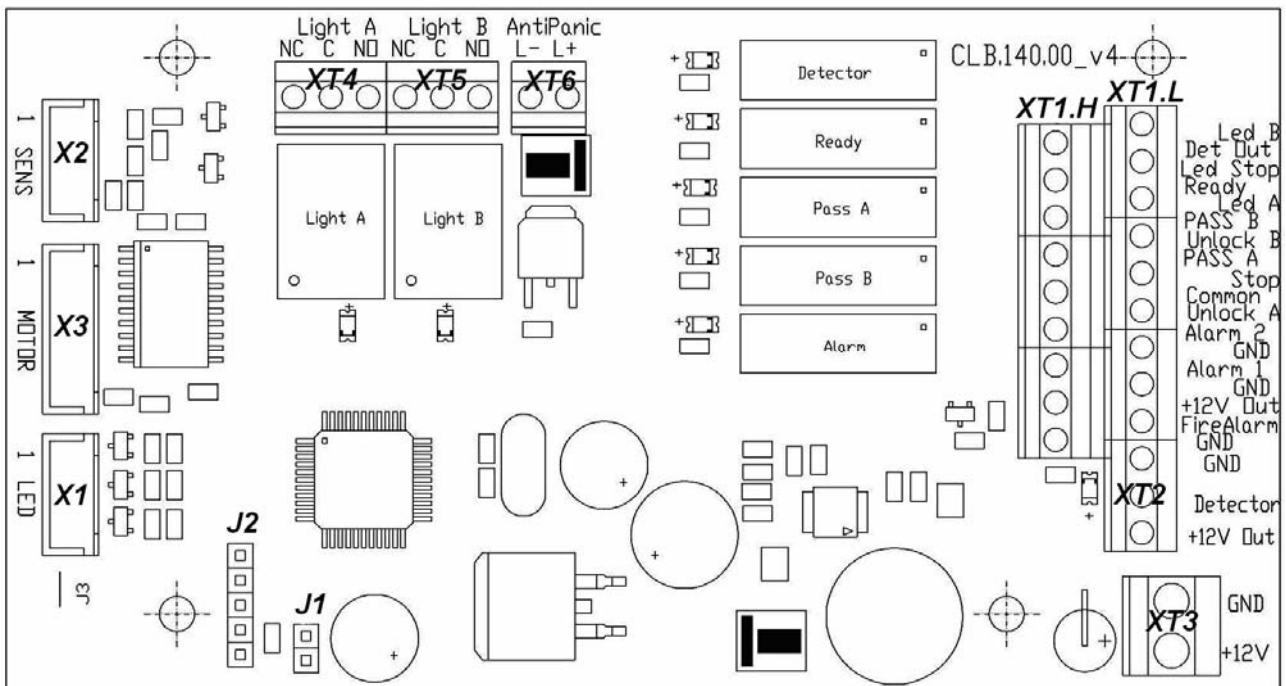
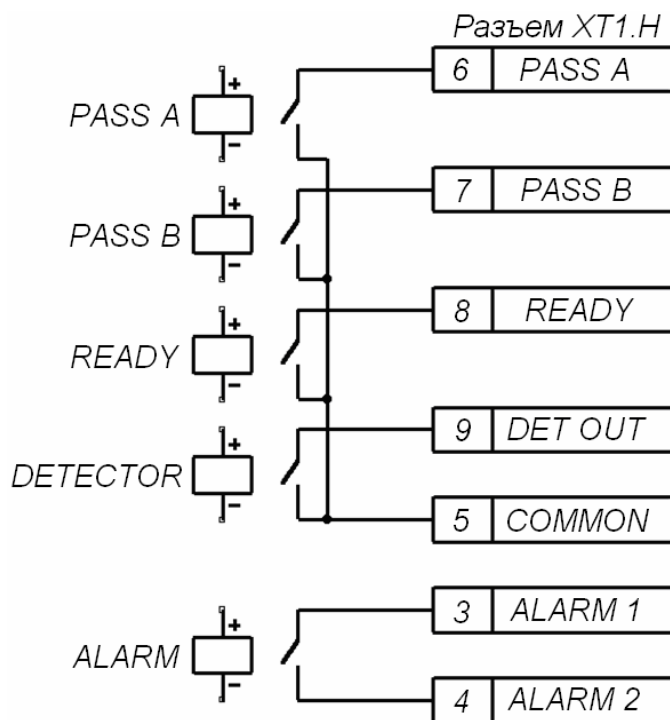

Рисунок 3 Внешний вид платы управления
Рисунок 6 Выходные каскады для *PASS A*, *PASS B*, *Ready*, *Det Out* и *Alarm*
5.2.3 Внутри стойки расположен кронштейн с установленной платой управления и клеммами для подключения внешних устройств. К плате подключаются ПДУ, выходы СКУД, устройство РУ (при его использовании), устройство аварийного открытия прохода турникета. На клеммы подключения внешних устройств выведены линии подключения источника питания, линии сигналов считывателей. Подключение внешних устройств производится в соответствии со схемой подключения турникета и дополнительного оборудования (см. рис. А.1 Приложения А). Электрические соединения внутри турникета приведены на рис. А.2 Приложения А. Плата управления изображена на рис. 3.
5.2.4 ПДУ выполнен в виде небольшого настольного прибора в корпусе из ударопрочного АБС пластика и предназначен для задания и индикации режимов работы при ручном управлении турникета. ПДУ подключается к плате гибким многожильным кабелем (14) через клеммную колодку *XT1.L* (см. рис. 3).
На лицевой панели ПДУ расположены три кнопки для задания режимов работы турникета. Над кнопками расположены индикаторы. *Средняя* кнопка **STOP** (далее – кнопка **Запрет прохода**) предназначена для переключения турникета в режим «*Запрет прохода*». *Левая и правая* кнопки (далее – кнопки **Разрешение прохода**) предназначены для разблокировки турникета в выбранном направлении. Изменить ориентацию ПДУ относительно установки стойки турникета (если на месте установки стойка обращена к оператору не лицевой, а тыльной стороной) можно, поменяв местами провода от ПДУ, подключаемые на контакты *Unlock A* и *Unlock B*, а также *Led A* и *Led B* соответственно (см. рис. 3 и рис. А.1 Приложения А).
5.2.5 На плате управления (см. рис. 3) расположены:
5.3.7 Обозначения установленных на плате управления клеммных колодок и назначение их контактов показаны на рис. 3 и на наклейке, аналогичной рис. 3, расположенной на внутренней поверхности крышки турникета.
5.4.3 Реле *PASS A* (контакты *PASS A* и *Common*), *PASS B* (контакты *PASS B* и *Common*), *Ready* (контакты *Ready* и *Common*), *Detector* (контакты *Det Out* и *Common*) и *Alarm* (контакты *Alarm 1* и *Alarm 2*) имеют нормально-разомкнутые контакты. При этом общий для этих реле контакт *Common* не соединен с минусом источника питания турникета. В исходном (неактивном) состоянии при включенном питании контакты реле *PASS A*, *PASS B*, *Ready* и *Detector* замкнуты (на обмотку реле подано напряжение), а контакты реле *Alarm* разомкнуты (напряжение на обмотку реле не подано). Факт срабатывания/отпускания реле *PASS A*, *PASS B*, *Ready*, *Detector* и *Alarm* можно определить по загоранию/гашению красных индикаторов, которые установлены вблизи указанных реле (см. рис. 3). Выходные каскады для *PASS A*, *PASS B*, *Ready*, *Det Out* и *Alarm* – контакты реле (см. рис. 6) со следующими характеристиками сигналов:
5.5.2 Режим управления определяется наличием переключки на разъеме *J1* (расположение разъема *J1* показано на рис. 3 и на наклейке, расположенной на внутренней поверхности крышки: переключка установлена – импульсный режим управления, переключка снята – потенциальный режим управления). При поставке переключка установлена. Изменение режима происходит после нового включения турникета.
5.9.1 Дополнительно к турникету могут быть подключено устройство аварийного открытия прохода. Подключение устройства аварийного открытия прохода, производится к клеммной колодке *XT1.L* платы управления согласно схеме электрических соединений (см. рис. А.1 Приложения А и рис. 3). Если вход *Fire Alarm* не используется, то необходимо установить перемычку между контактами *Fire Alarm* и *GND*. При поставке данная перемычка установлена.